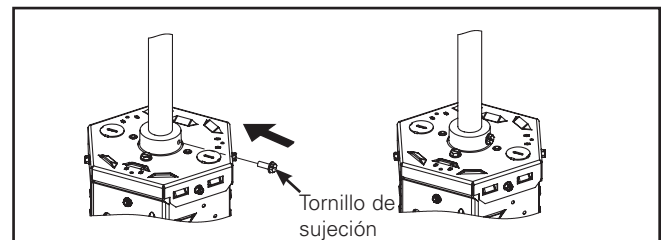

Figura 2.
2. Monte la luminaria sobre un eje roscado NPT de 3/4" y ajuste el tornillo para bloquearla (Figura 2).